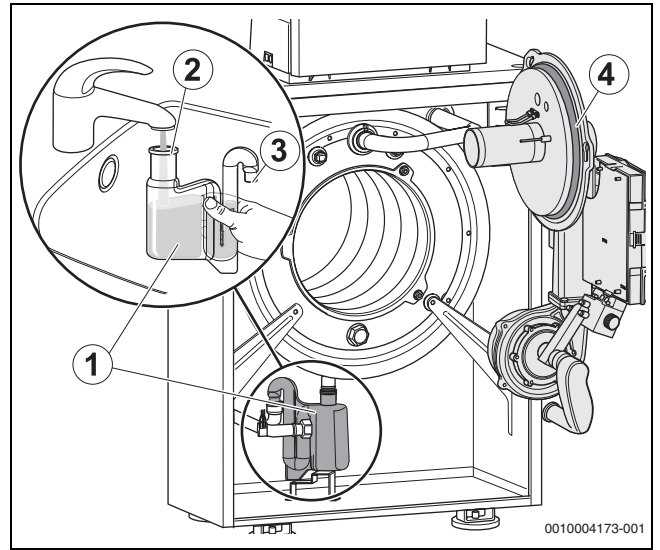

Bild 76 Siphon reinigen
- ▶ Vor Brennermontage den richtigen Sitz des O-Rings (→ Bild 76, Seite 47[4]) überprüfen und ggf. korrigieren.